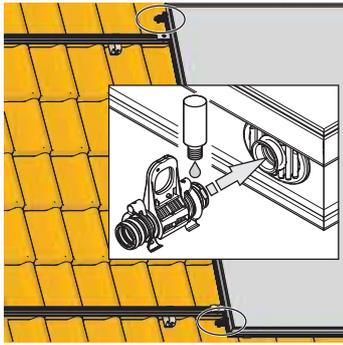

Figura 3-23 Inserir il compensatore
- Lubrificare le guarnizioni circolari dei compensatori con lubrificante (Figura 3-23).